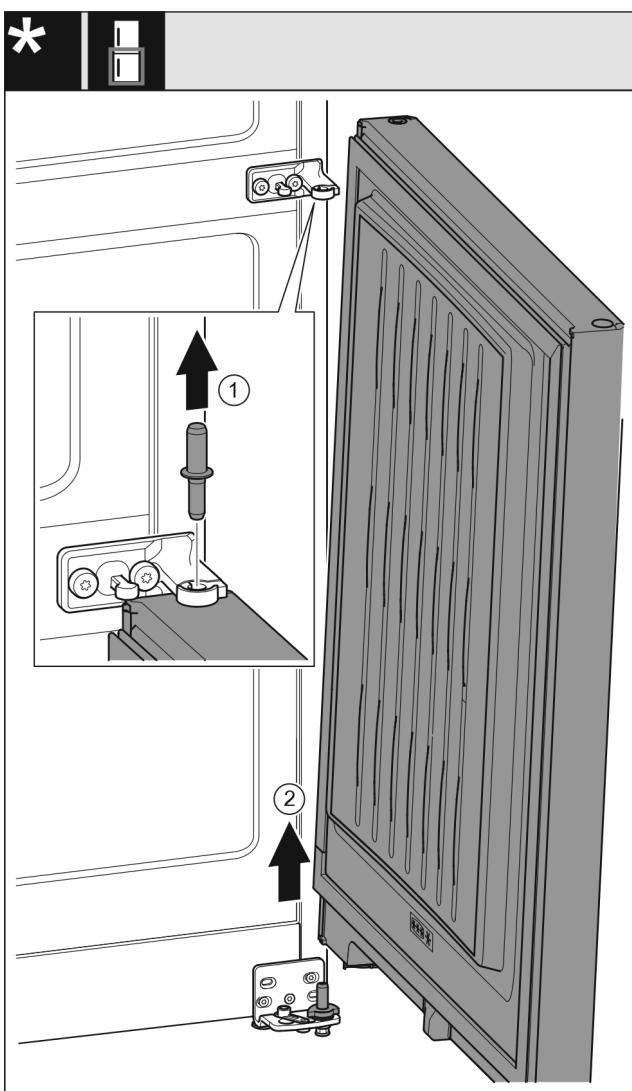

Fig. 7
- Издърпайте болта нагоре. *Fig. 7 (1)*